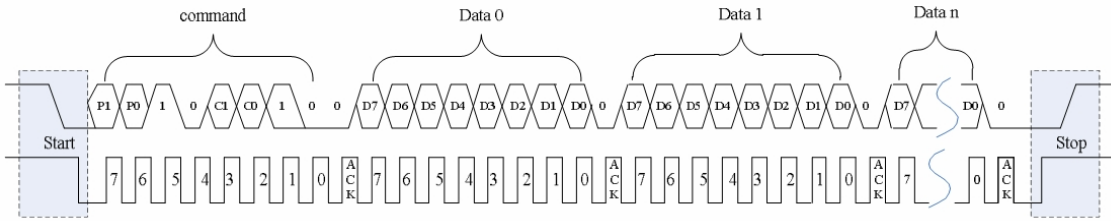

图 9.2.3 I2C 写 FIFO 操作时序
9.2.3. I2C写FIFO: 写FIFO操作时序如图9.2.3所示, 先写入一个命令字节 (Command Byte), 随后写入N个字节数据, FIFO地址自动增加。